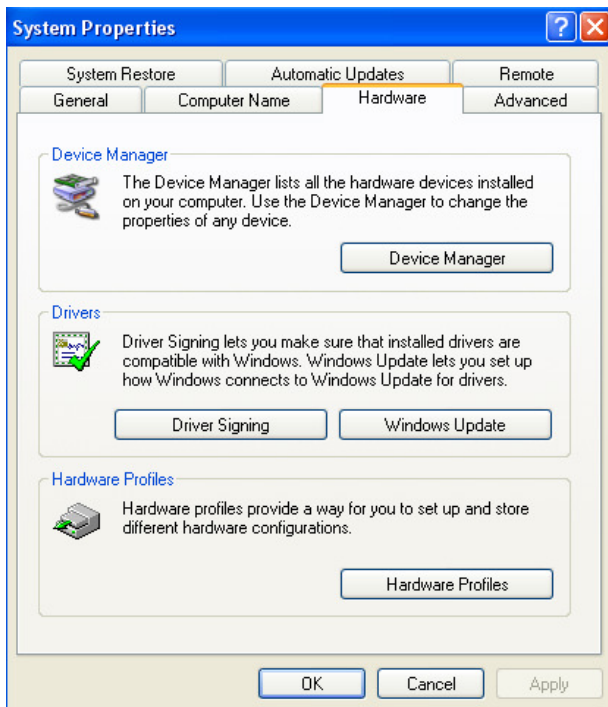

Рисунок 4-4
3. В открывшемся окне выберите закладку «Оборудование» («Hardware»), показанную на рис. 4-4.